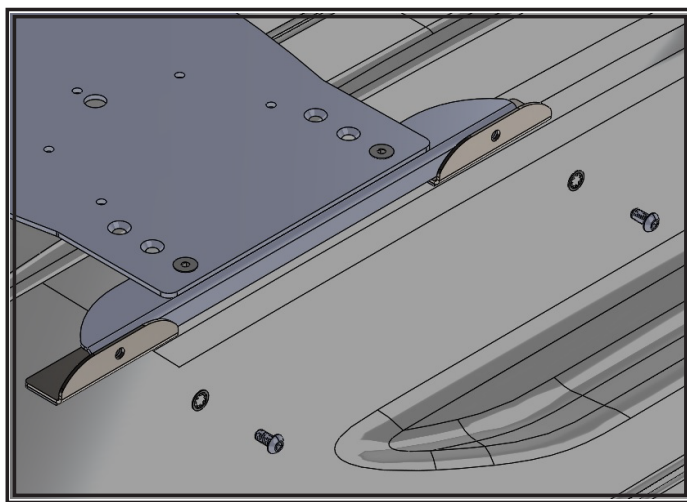

Figura 5
4. Retire los cuatro tornillos de cabeza de botón de 1/4"-20 y las arandelas de estrella del soporte de montaje y déjelos a un lado. Retire el conjunto de la placa (con los soportes todavía conectados) del techo del vehículo y déjelo a un lado. Consulte la Figura 5.